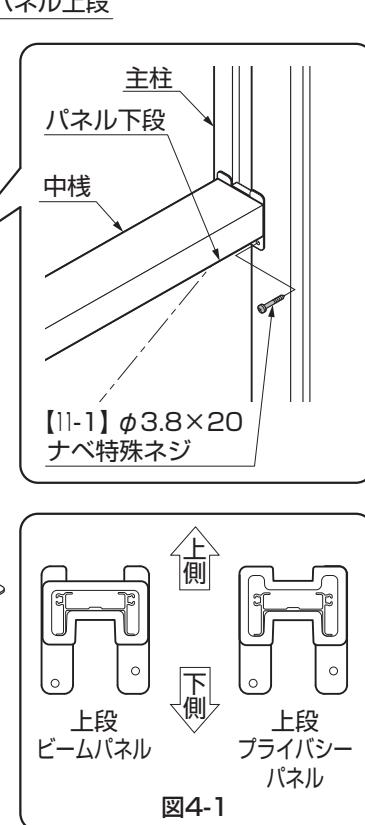

図4-1
- 上段ビームパネルとプライバシーパネルとは使用する中棟の形状が異なります。(図4-1参照)
③柱に中棟の片側2ヶ所のネジ位置にそって $\phi 3$ の下穴をあけ、【11-1】で固定してください。
④パネル上段、上棟を主柱に取付けてください。